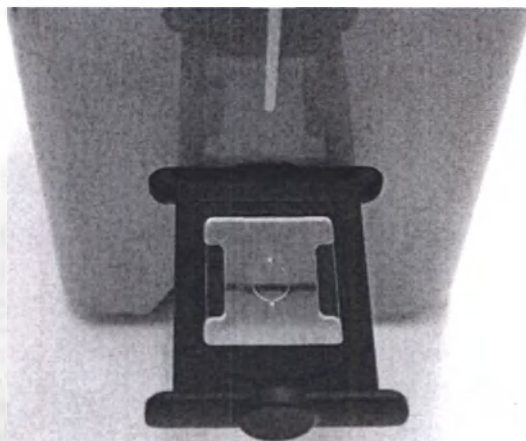

Рисунок 3.14 Установленный ПЦР-картридж в лотке прибора
12. Положите заправленный и герметизированный картридж в лоток пленкой вверх. Убедитесь в том, что боковые отверстия картриджа плотно установлены в лотке (рисунок 3.14).